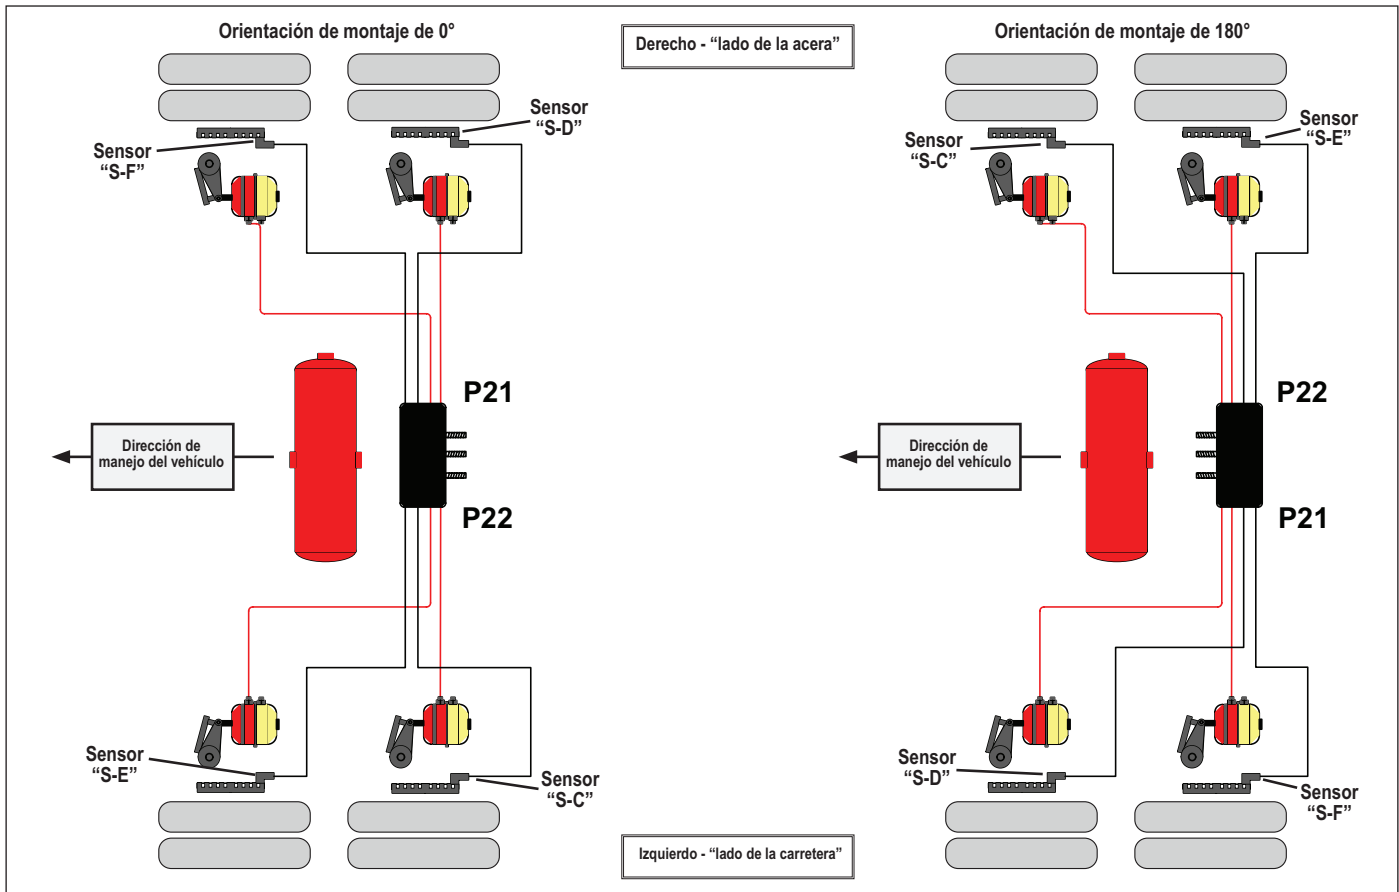

FIGURA 19 - INSTALACIÓN DEL SENSOR DE VELOCIDAD DE LA RUEDA
**Nota:** Los sensores de velocidad de la rueda deben seguir la orientación del módulo como se muestra en la figura 19 para los remolques de eje fijo. Si hay un eje elevado presente y se deben instalar los sensores en ese eje, se deben usar los sensores secundarios SE y SF en el eje elevado.
- Si la ubicación del sensor de la rueda no concuerda con la orientación del módulo avanzado TABS-6 MC de Bendix que se muestra en la figura 19, se generará un código de diagnóstico de fallas (DTC) y se encenderá la luz indicadora del ABS.